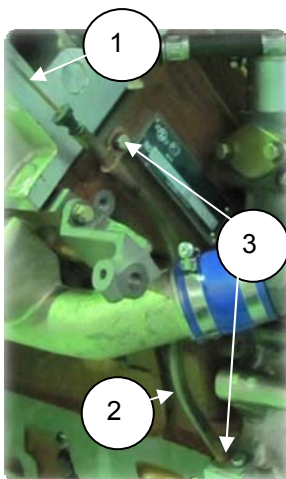

Рис. 2.23
1. Вынуть указатель уровня масла (1) (845.1009050) из направляющей трубки (рис. 2.23);
2. Снять трубку направляющую указателя (2) (845.1009058), отвернув два болта М8 (3) (S=12) (рис. 2.23).